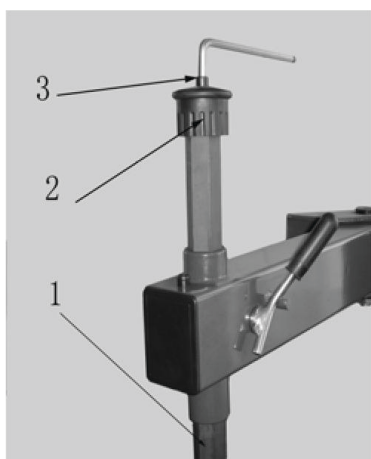

Рис. 4-9
Открутите винт (3) на шестигранном штоке (1), используя шестигранный ключ, для снятия крышки вертикального штока (2) – рис. 4-9. После снятия винта на крышке вертикального штока, вам необходимо зафиксировать шток посредством зажимной рукоятки, чтобы предотвратить его падение, которое может привести к повреждению оборудования и нанесению травм сотрудникам!